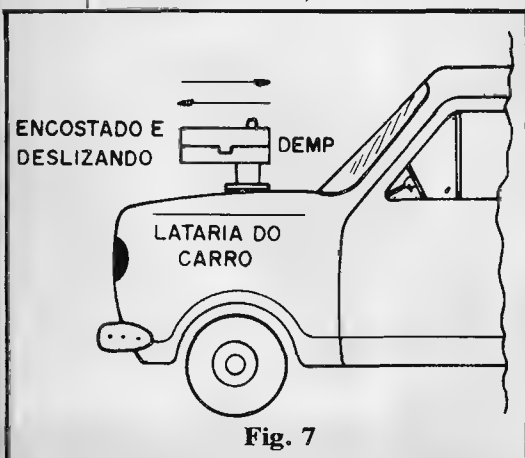

Fig. 7
- FIG. 7 - Usando o DEMP. É só uma questão de “esfregar”... Isso mesmo! Conforme ilustra a figura, basta ligar o DEMP, colocar a extremidade “feltrada” do “carretel”/sensor sobre a lataria do veículo e ir deslizando o conjunto, “varrendo” toda a superfície do carro... Qualquer irregularidade será prontamente acusada pelo DEMP, através de um nítido aumento na frequência do sinal de áudio! É certo que existem muitos pontos onde, naturalmente, existe um “gap”, ou uma zona de “não metal”, nas junções dos módulos da lataria e essas coisas... O DEMP acusará também quando da passagem sobre tais áreas... Entretanto, o que “vale” mesmo é - por exemplo - a pesquisa de para-lamas, base de portas, laterais baixas da lataria, etc., pontos que “tradicionalmente” oxidam, ou que sofrem batidas ou cortes, depois “recompostos” com massa plástica, lixada e pintada para “disfarçar”. É justamente aí que o DEMP vai, literalmente, “dar o apito”, advertindo sobre a ausência do metal onde ele **deveria** estar. Observem que o DEMP é **muito** sensível, porém o seu campo de atuação e sensoreamento é naturalmente **curto**, mesmo porque não são necessários mais do que alguns poucos centímetros de “profundidade” para se detectar a “maracutaia” realizada na lataria! Notem ainda que a sugestão da camada de feltro na base do “carretel”/sensor tem duas funções válidas: proteger o próprio sensor e também não arranhar a pintura do veículo durante a verificação... Finalmente, para quem “duvida” da sensibilidade e segurança da atuação do DEMP, é só fazer um teste “a descoberto”: uma chapa metálica relativamente grande e uniforme, dotada de um único furo, este com diâmetro não maior do que **1 centímetro**, poderá ser usada como “cobaia”... É passar o DEMP sobre toda a placa, incluindo no “percurso” uma passagem sobre o tal furinho... Verifiquem! Como último conselho, é lógico que a operação de varredura deve ser feita com relativa lentidão... Se Você passar o DEMP feito um “foguetinho” sobre a lata-